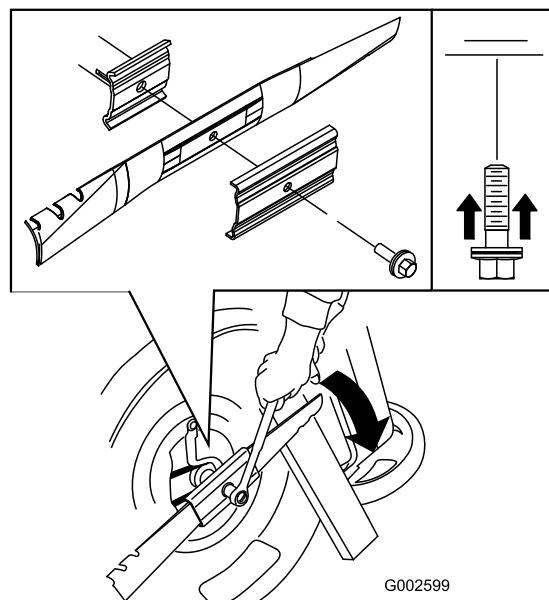

Figura 32
5. Instale la cuchilla nueva (gire el perno de la cuchilla en el sentido de las agujas del reloj) y todos los herrajes de montaje (Figura 32).